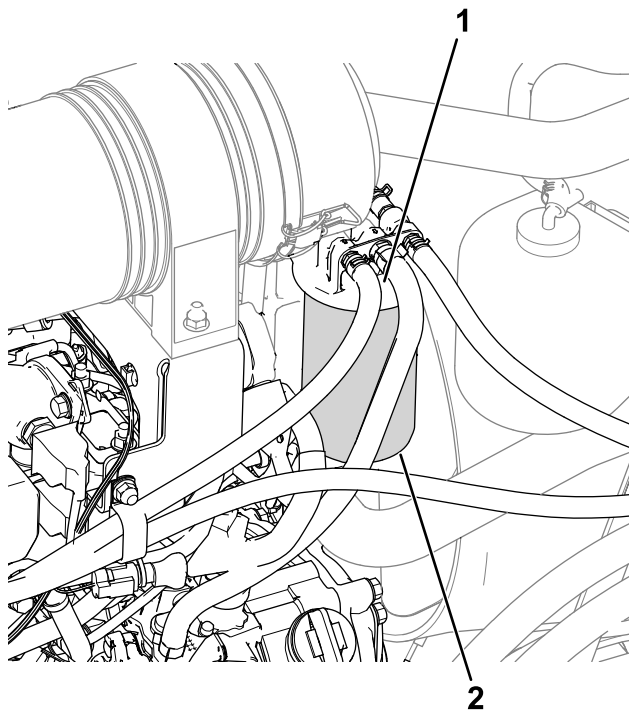

Figura 55
1. Limpie la zona alrededor de la cabeza del filtro de combustible (Figura 55).
2. Retire el filtro y limpie la superficie de montaje de la cabeza del filtro (Figura 55).